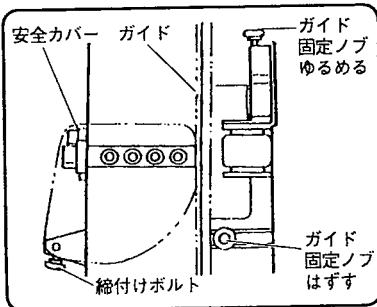

図 22
(1) 安全カバーの締付けボルトを付属の両口スパナ(13mm)でゆるめ安全カバーをはずします。(図 22)
(2) 一方のガイド固定用のノブをゆるめ、もう一方のガイド固定用ノブをはずし、ガイドをはずします。